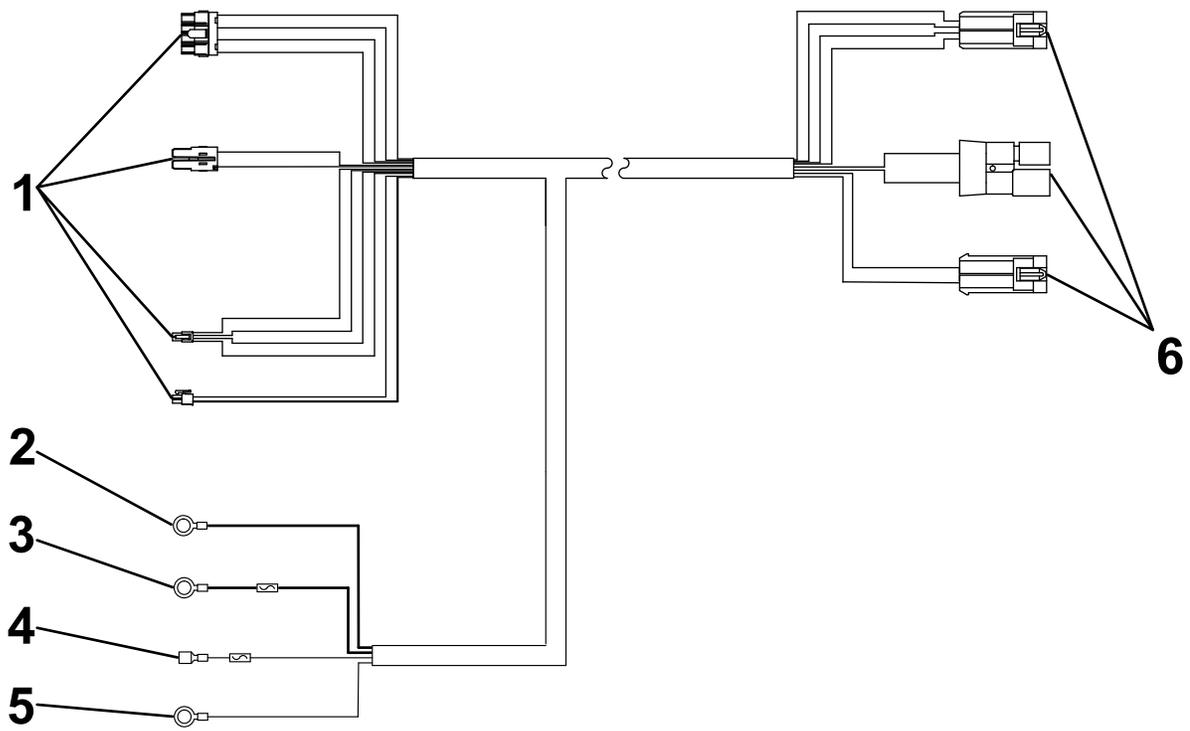

Figure 3
1. Fixez l'extrémité connecteurs de l'épandeur du faisceau de câblage du véhicule (Figure 3) sur le côté gauche du pare-chocs arrière du véhicule à l'aide d'un serre-câble.
4. Reliez la cosse ronde noire à la borne négative (-) de la batterie dans le compartiment moteur (Figure 3).
5. Reliez la cosse ronde rouge à la borne positive (+) de la batterie dans le compartiment moteur (Figure 3).
6. Reliez la cosse rectangulaire à une source d'alimentation du commutateur d'allumage sur le véhicule (Figure 3).
7. Connectez le câble de masse à la borne négative (-) de la batterie ou à la masse du châssis (Figure 3).